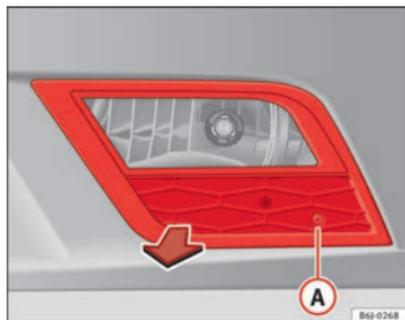

Fig. 170 Faro antiniebla
- Retire el tornillo ⇒ fig. 170 (A) de la rejilla del faro antiniebla precisando para ello un destornillador.